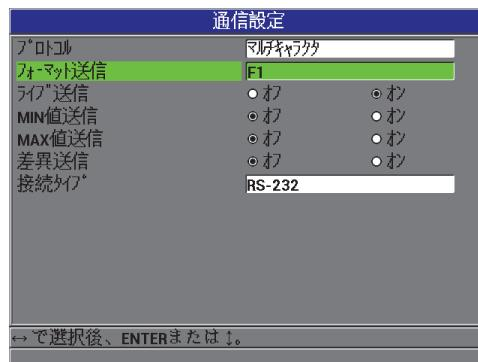

図 6-4 通信設定画面 – RS-232
- 測定画面で、[ 設定メニュー ] を押した後、通信を選択して、通信設定画面を表示します（104 ページ図 6-4 参照）。